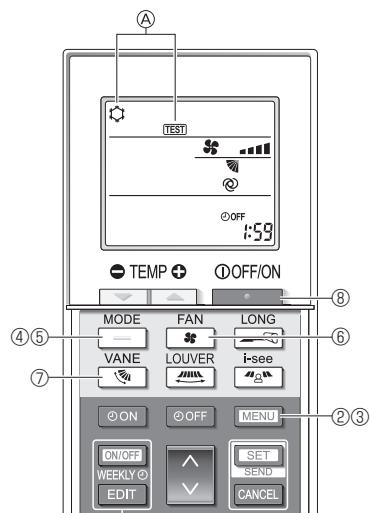

Fig. 7-8
- ① Active la unidad al menos 12 horas antes de realizar una prueba de funcionamiento.
- ② Pulse el botón **[MENU]** durante 5 segundos. (Fig. 7-8)
- ③ Pulse el botón **[MENU]**.
En pantalla se visualiza ④ [TEST] (PRUEBA) y el modo actual de funcionamiento. (Fig. 7-8)
- ④ Pulse el botón **[]** para activar el modo de refrigeración, y compruebe si sale aire frío de la unidad.
- ⑤ Pulse el botón **[]** para activar el modo de calefacción, y compruebe si sale aire caliente de la unidad.
- ⑥ Pulse el botón **[]** y compruebe si cambia la velocidad del ventilador.
- ⑦ Pulse el botón **[]** y compruebe que el sistema automático de desviación del aire funciona correctamente.
- ⑧ Pulse el botón **[]** para detener la prueba de funcionamiento.